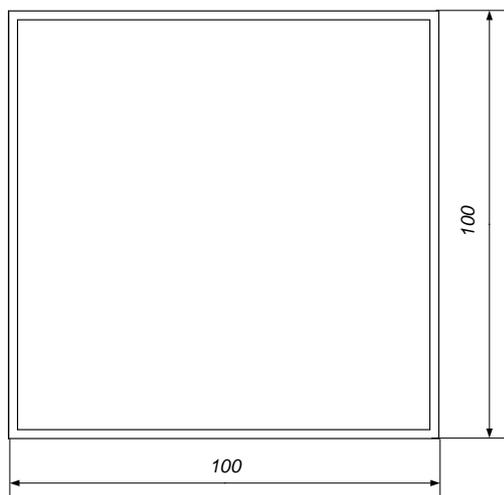
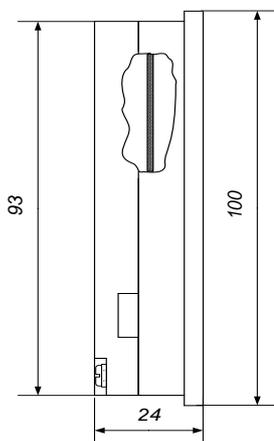

Рис. 1.6. Габаритный чертёж ПЛК серии МС. Вид спереди.
Рис. 1.8. Габаритный чертеж ПЛК серии MC. Вид сбоку.
- подготовить в панели отверстие в соответствии с габаритным чертежом ПЛК (рис. 1.6 - рис. 1.8);